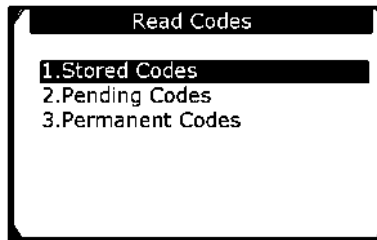

Рисунок 5-4
2) С помощью кнопки прокрутки вверх/вниз выберите пункт **Stored Codes [Сохраненные коды]**, **Pending Codes [Активные коды]** или **Permanent Codes [Постоянные коды]** в меню **Read Codes [Считывание кодов]**, а затем нажмите кнопку **ОК**. См. рисунок 5-4.